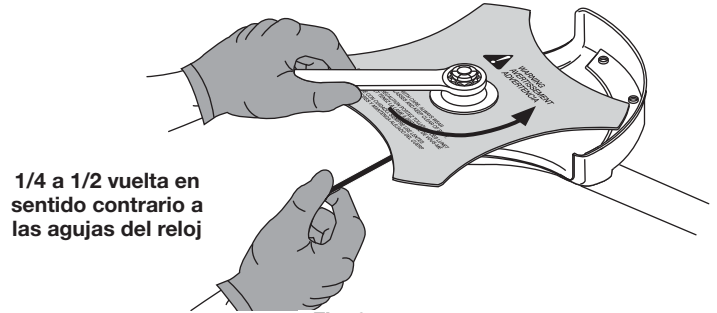

Fig. 25
- Si no tiene una llave de torsión, use una llave de cubo o cerrada de 13 mm. Gire la tuerca hasta que el retén de la cuchilla quede ajustado contra el buje del eje. Asegúrese de que la cuchilla esté bien instalada, luego gire la tuerca 1/4 o 1/2 vuelta más en sentido contrario a las agujas del reloj (Fig. 25).